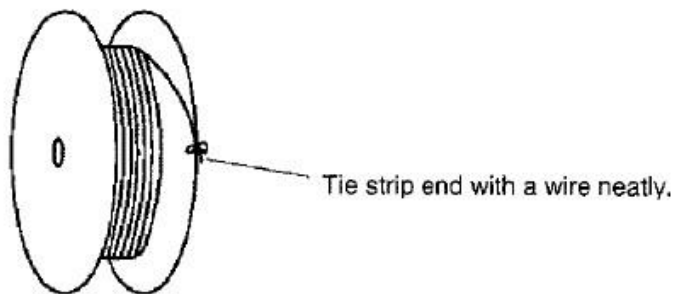

Fig. 5
- (3) 습한 곳 혹은 먼지가 많은 곳에 단자 Reel 을 보관하는 것은 피해야 한다. 햇볕이 들지 않는 상대적으로 건조하고 깨끗한 장소에 보관하십시오. (5~34 ° C, 45~85%RH)
- (4) 기계에서 단자 reel 을 떼어 낼 때, 단자 Strip 끝을 적당한 끈이나 와이어를 이용하여 Reel 의 가장자리에 고정시키시오. Fig. 5 참조